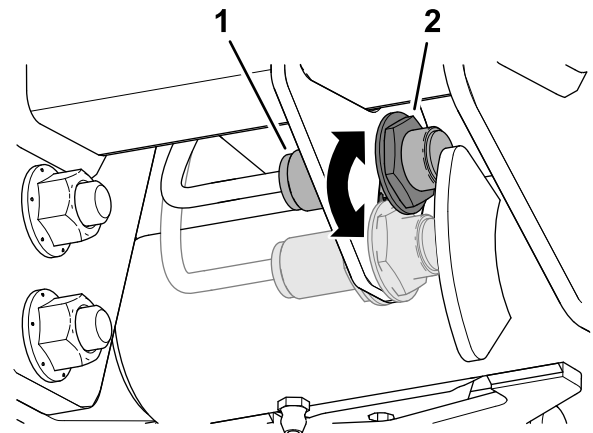

Figure 54
3. Desserrez l'écrou de blocage qui fixe le contacteur du bras de levage sur la plaque de support (Figure 54).